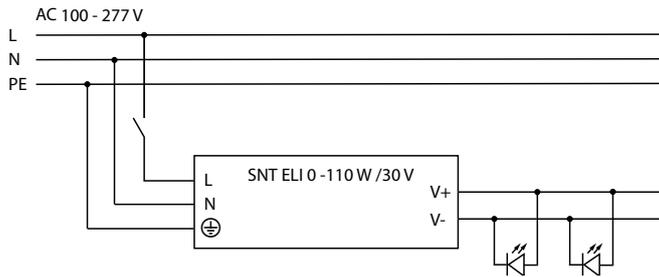

Bild 4: Anschluss-Schaltbild
- Anschluss gemäß Bild 4 vornehmen